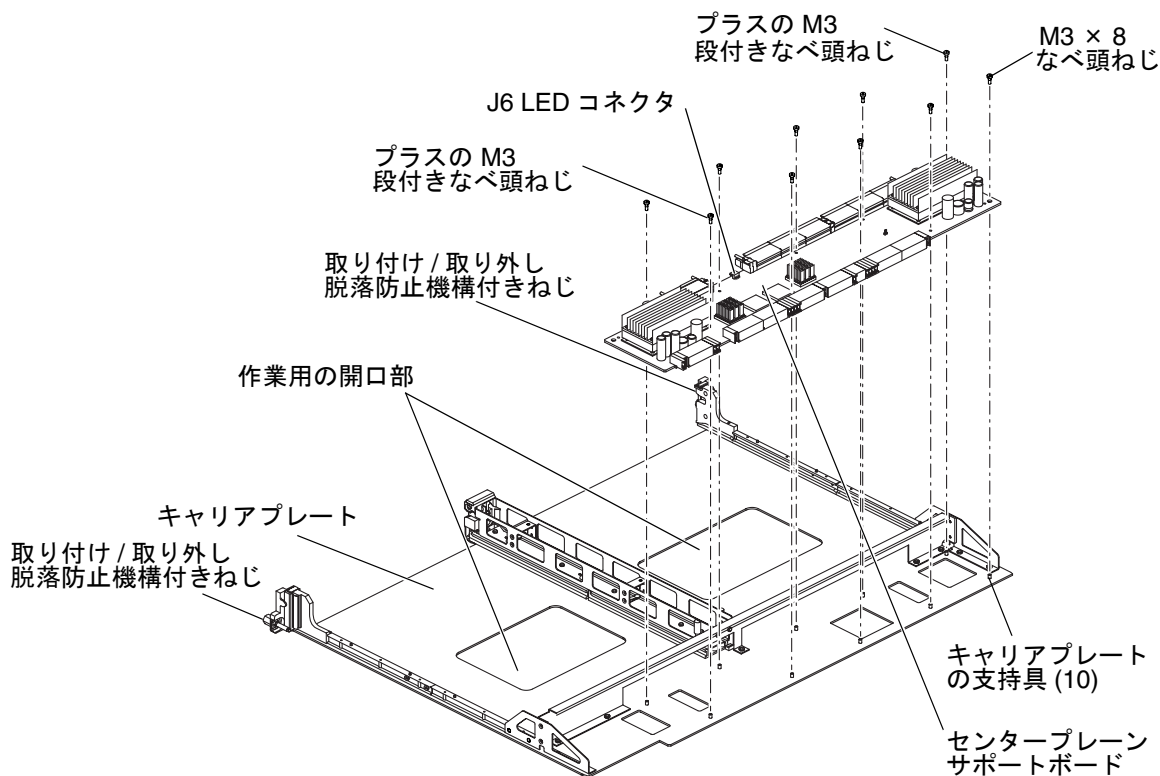

図 11-2 センタープレーンサポートボードおよびキャリアプレート
9. センタープレーンサポートボードをしっかりとつかんで持ち上げ、キャリアプレートの支持具から引き出します (図 11-2)。